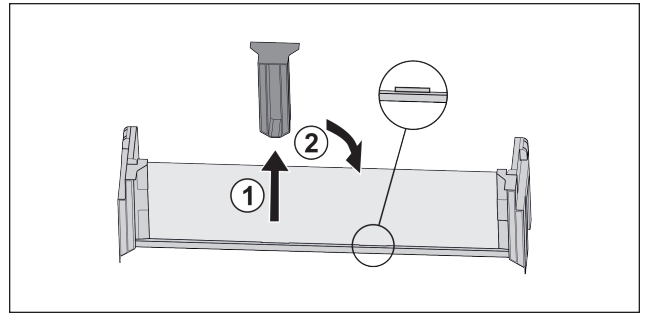

Fig. 54 *
- ▶ Middelste vasthoudeel lostrekken Fig. 54 (1).*
- ▶ Middelste vasthoudeel in tweede positie inzetten Fig. 54 (2).*